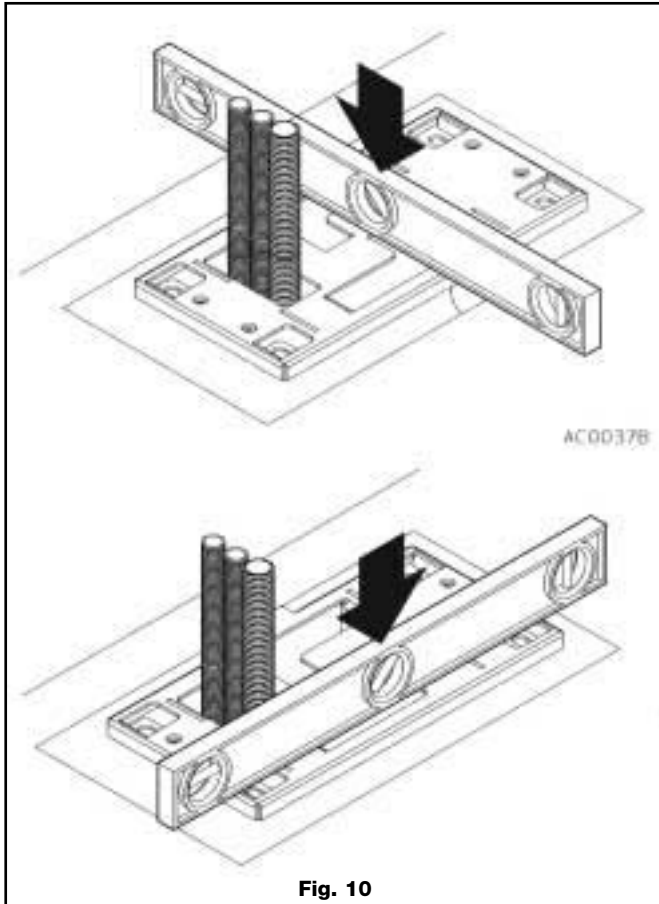

Fig. 10
- h) Poser horizontalement la plaque d'ancrage en contrôlant à l'aide d'un niveau dans les deux directions (fig. 10).
e1) Vérifier à l'aide d'un niveau dans les deux directions (fig. 10) la mise en place de la plaque d'ancrage, en insérant éventuellement des cales sous les angles.